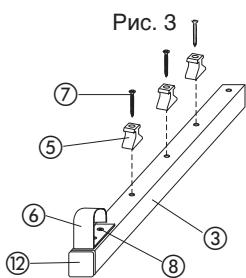

Рис. 3
- При помощи винтов ⑦ прикрутить три верхние защёлки ⑤ (Рис. 3).
- Действия до пунктов а), б), с) повторить для остальных четырёх дуг. Вы должны смонтировать ⑤ дуг способом, показанным на (Рис3).